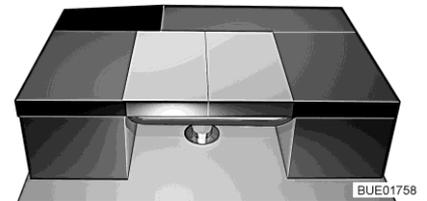

Bild 162 Nach dem Umbau
- Das Rückenpolster der seitlichen Sitzbank längs auf den Tisch legen (siehe Bild 162).